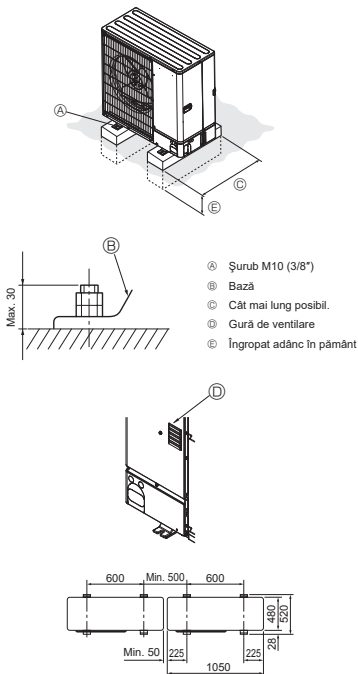

Fig. 3-1
- Trebuie să instalați unitatea pe o suprafață rezistentă, plană pentru a preveni zgomotul în timpul funcționării. (Fig. 3-1)